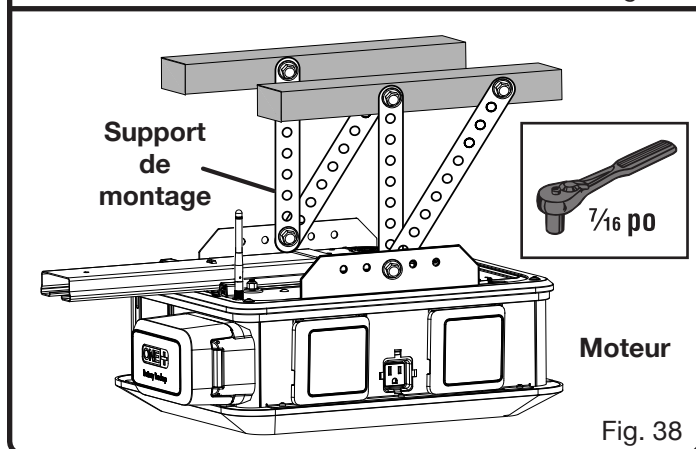

Fig. 38
- Fixer les traverses à l'ouvre-porte de garage et aux solives en utilisant des écrous, des rondelles, et des boulons (voir figure 38). Serrer les boulons et les écrous avec une douille de 7/16 po.